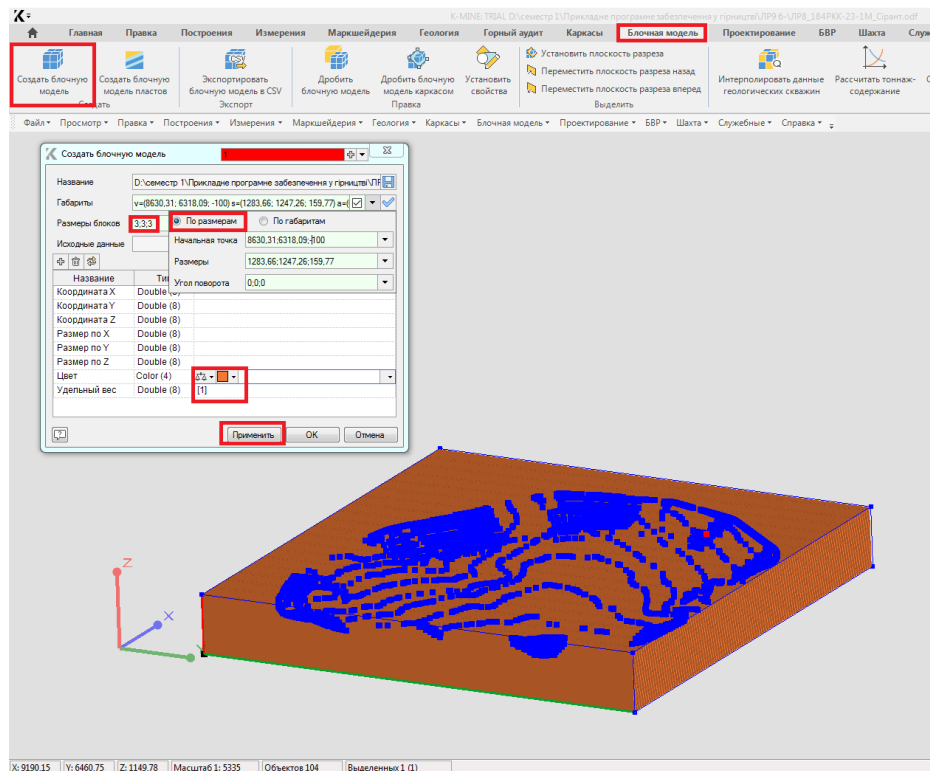

Рисунок 5.1 - Створення блочної моделі за розмірами
3. Створіть нову блочну модель. Спробуйте різні режими задання параметрів блочної моделі: за розмірами і за габаритами (рис. 5.1).